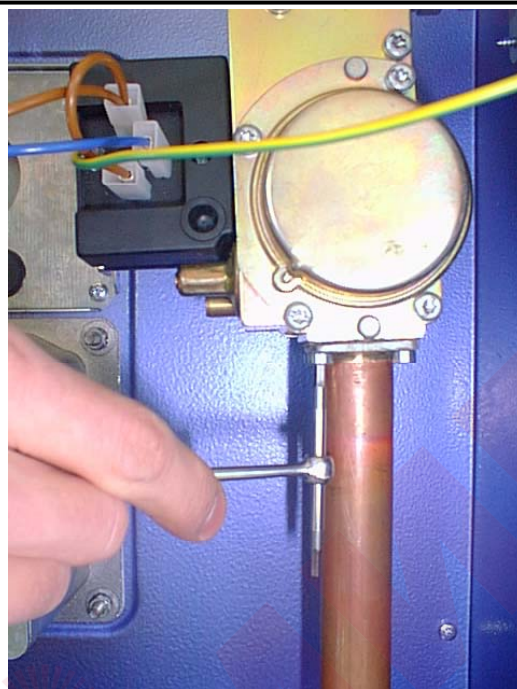

Рисунок 16
- С) Ослабьте, без удаления, 4 винта для крепления подводящей трубы газа к клапану газа (рисунок 16);